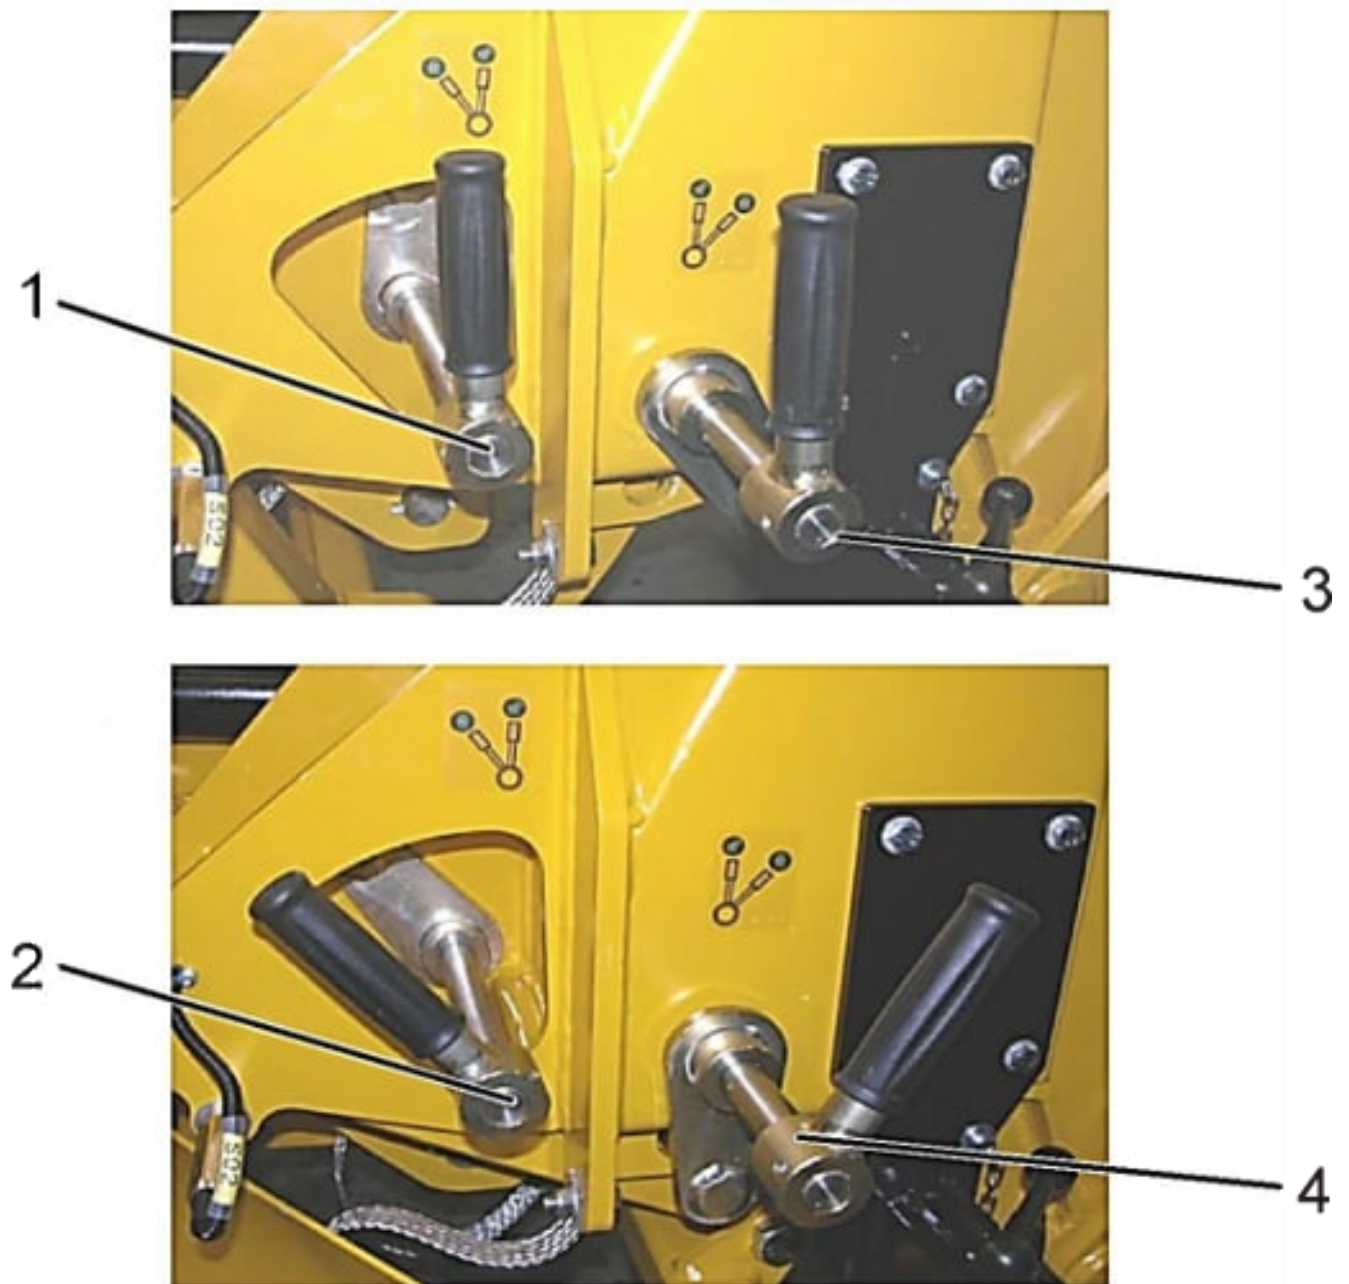

Abb. 13: Verriegelung
Frontpflug ganz nach oben anheben, Griff herausziehen, siehe Abb. 13 (1), um ca. 30° nach links drehen, Griff wieder nach vorne schieben, siehe (2). Frontpflug absenken, bis diese auf Bolzen aufsteht.
Spurpflug ganz nach oben anheben, Griff herausziehen, siehe Abb. 13 (3), um ca. 30° nach rechts drehen, Griff wieder nach vorne schieben, siehe (4). Spurpflug absenken, bis diese auf Bolzen aufsteht.